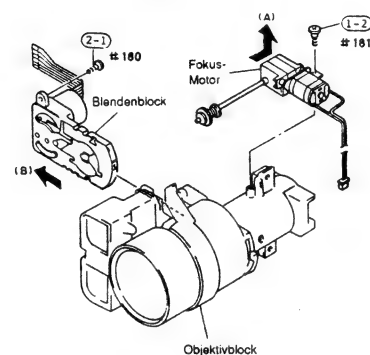

Abb. 2-103
- 2) Eine (1) Befestigungsschraube des Fokus-Motors entfernen (siehe Abb. 2-103).
- 3) Den Fokus-Motor von dem Objektivblock in Richtung des Pfeiles (A) entfernen.
- 1) Eine (1) Befestigungsschraube des Blendenblocks entfernen (siehe Abb. 2-103).
- 2) Den Blendenblock von dem Objektivblock in Richtung des Pfeiles (B) abnehmen.